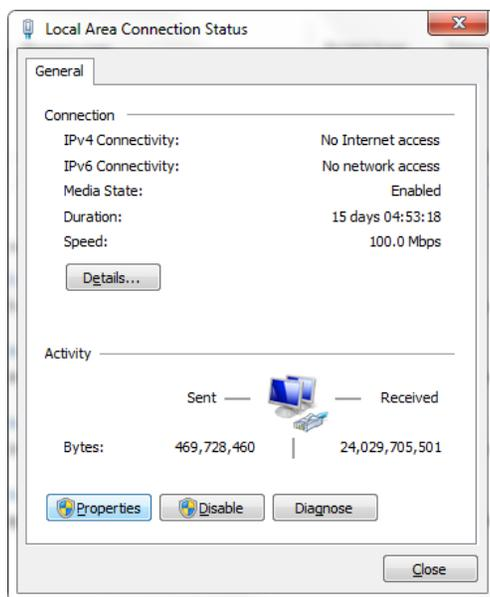

Figure 65 : Fenêtre Local Area Connection Status
- 11) Dans **Communication Settings** (réglages communication), cliquez sur le bouton **Edit** (modifier) à côté de l'adresse IP. La fenêtre **Local Area Connection Status** (état de la connexion au réseau local) s'ouvre. Voir Figure 65.